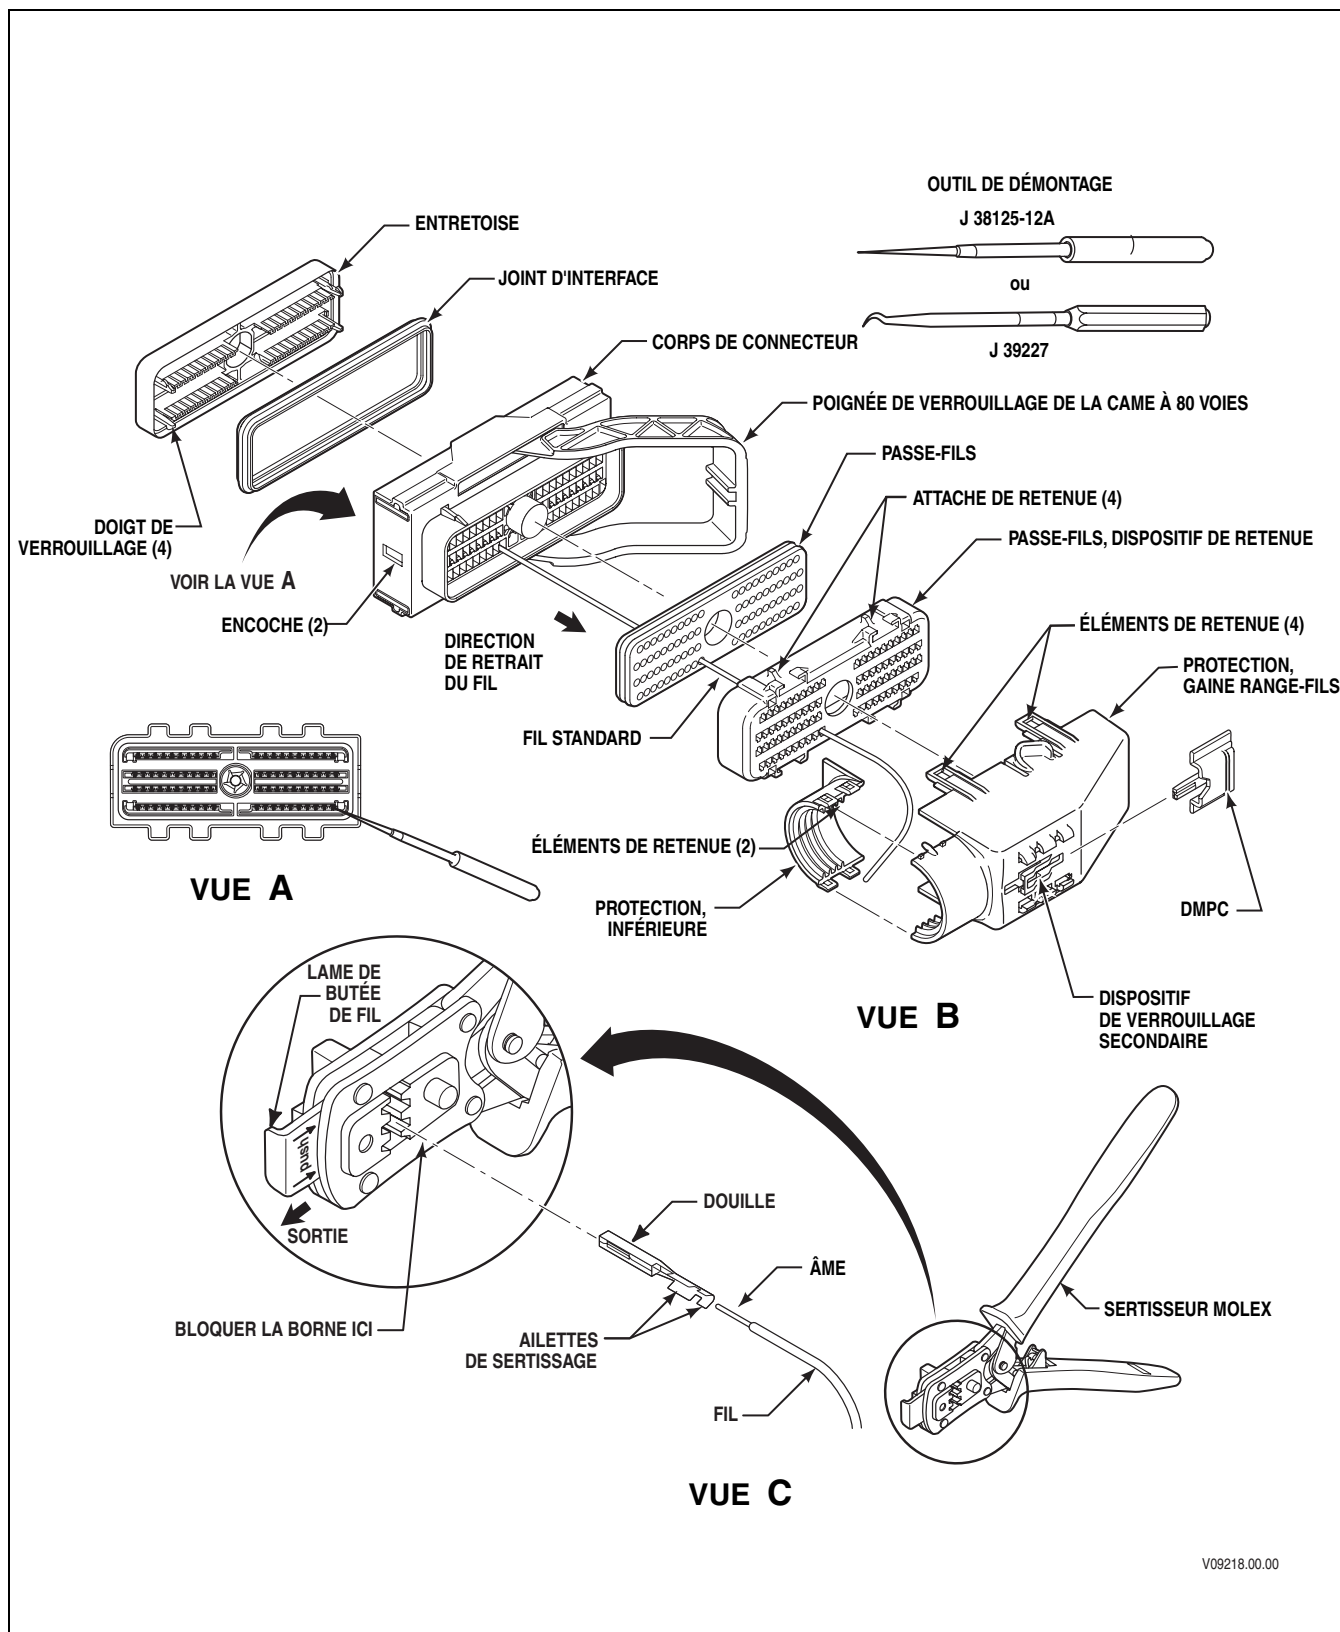

Figure E-2B. Connecteur 80F à came AFL du TCM, direction 'B'
B. Connecteur, ensemble 80F à came, direction 'B' (voir la Figure E-2B)